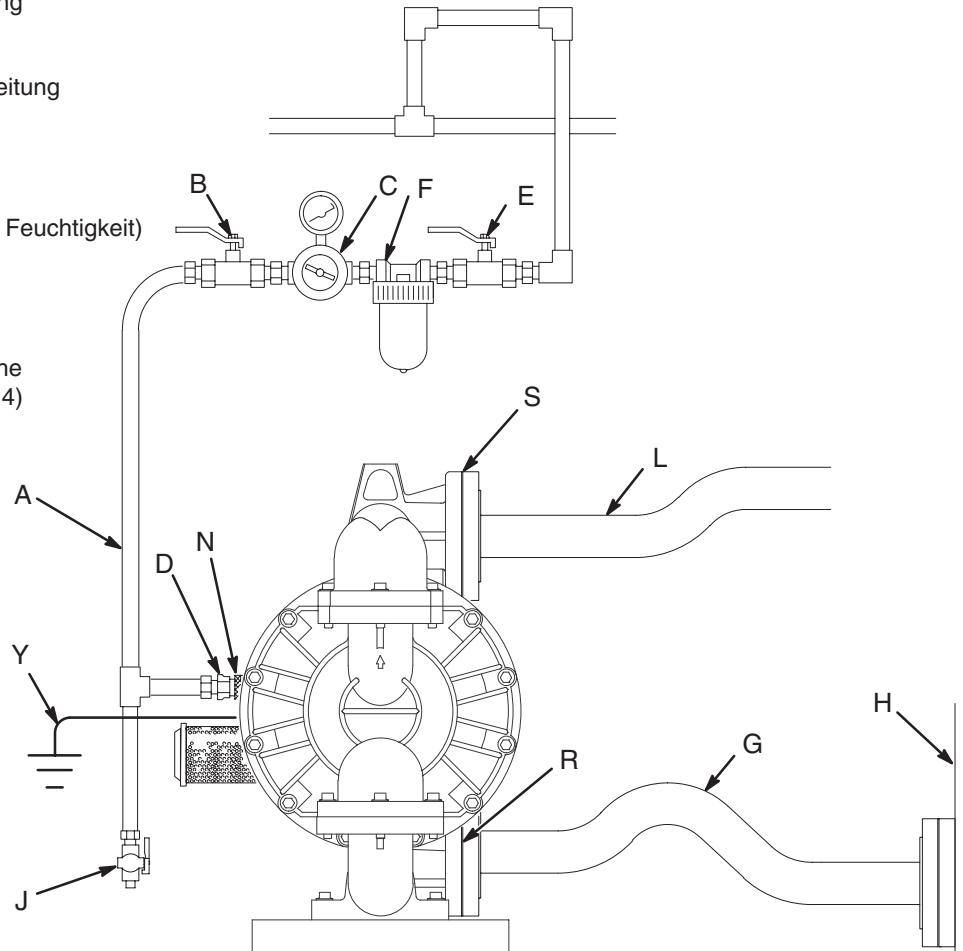

Abb. 2
- Die in der Abb. 2 gezeigte typische Installation stellt nur eine Richtlinie für die Auswahl und den Einbau von Anlagenbauteilen dar. Für die Planung einer Anlage entsprechend den Anforderungen wenden Sie sich bitte an den VERDER-Kundendienst.